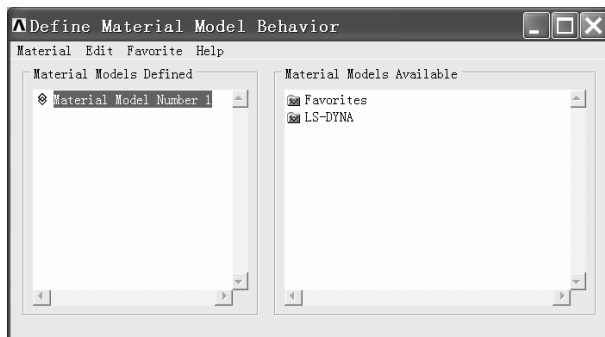

图 1-15 “Define Material Model Behavior” 窗口
(1) 依次单击 Main Menu>Preprocessor>Material Props>Material Models, 出现“Define Material Model Behavior”窗口（见图 1-15）。